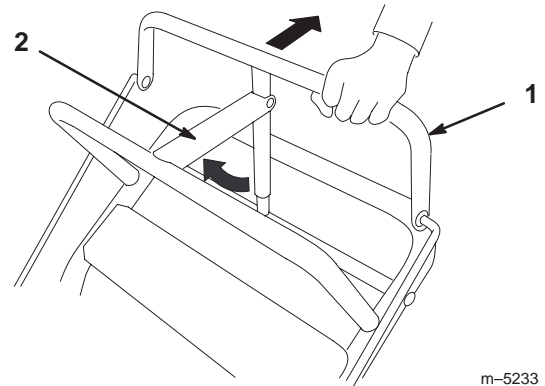

Bild 11
5. Kontrollieren Sie die Feststellbremse auf ihre einwandfreie Einstellung. Das Bremsgestänge muss so eingestellt sein, dass der Feststellbremshebel fest ist, wenn er gegen die starre Leiste gedrückt wird, während Sie die obere Schaltleiste nach hinten ziehen (Bild 11).